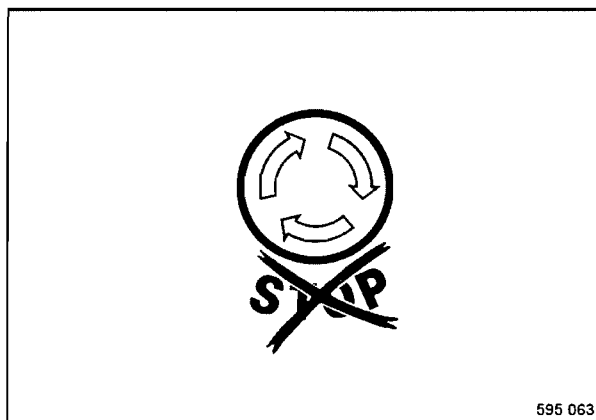

Fig. 37
- Comprobar si el interruptor de parada de emergencia (Fig. 37) está desbloqueado.